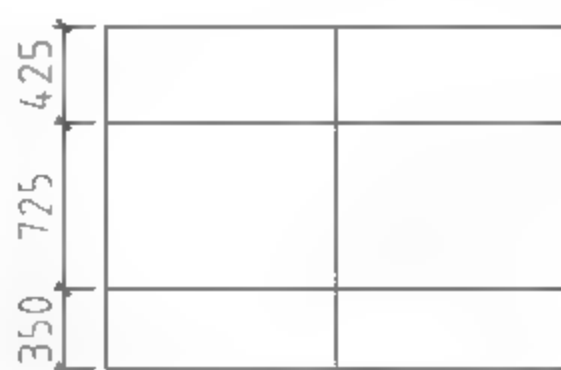

图8-83 偏移线段
- 04 调用O【偏移】命令，选择矩形的长边向内偏移，结果如图8-83所示。